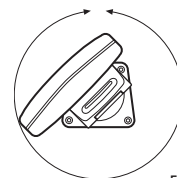

Figure 1
- L'aire de montage doit être suffisamment grande pour permettre le mouvement d'inclinaison et de pivotement de la tête de commande. On doit également être en mesure d'installer et de démonter l'appareil facilement (voir Figures 1 et 2).